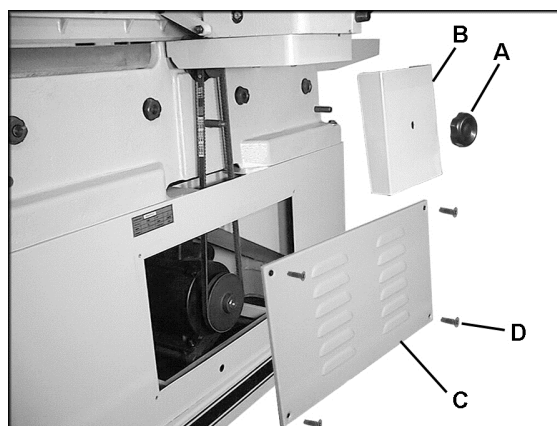

Рис. 11
1. Открутите ручку (А, Рис. 11) и снимите защитное ограждение ремня (В, Рис. 11).
2. Снимите заднюю панель (С, Рис. 11), открутив 4 винта с плоской головкой (D, Рис. 11) с помощью крестовой отвертки.
2. Снимите заднюю панель (С, Рис. 11), открутив 4 винта с плоской головкой с помощью крестовой отвертки.
5. Установите на место заднюю панель и защитное ограждение ремня (Рис. 11).